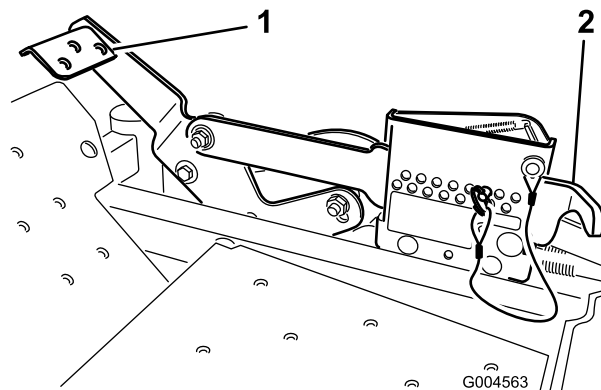

Figura 16
2. Premete la leva di sollevamento assistito mentre alzate la leva dell'altezza di taglio (Figura 16).